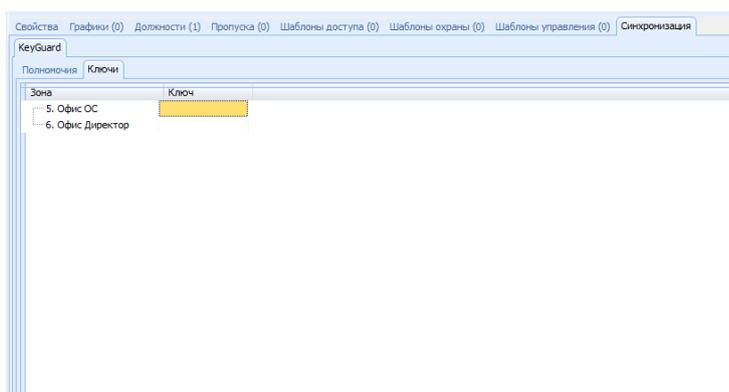

Рисунок 33.4 –Вкладка Ключи
5) После применения изменений у выбранной папки появится вкладка **Синхронизация**, в которой на вкладке **Ключи** связываются охранные зоны с ключами из сформированного выше списка (рисунок 33.4).